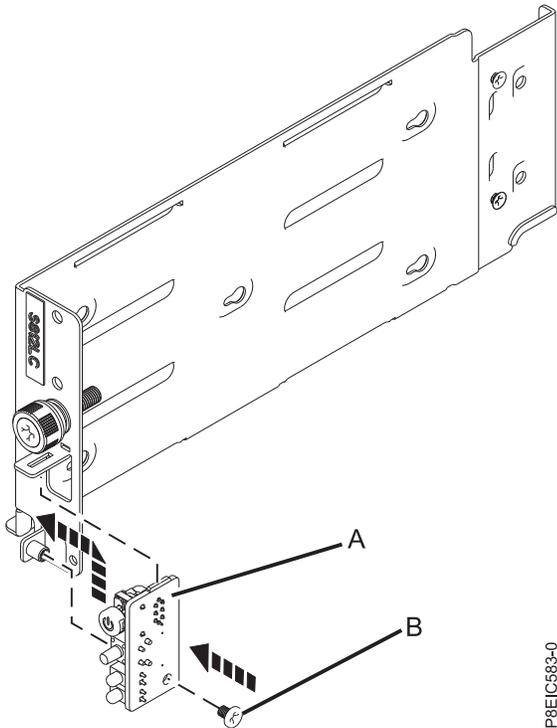

Abbildung 63. Netzschalterkarte wiedereinbauen
2. Setzen Sie die Netzschalterkarte **(A)** und das Netzschalterkabel mithilfe der Ausrichtungslasche in die Halterung ein; tauschen Sie die Schraube **(B)** aus, um die Netzschalterkarte zu befestigen (siehe Abb. 63 auf Seite 58).